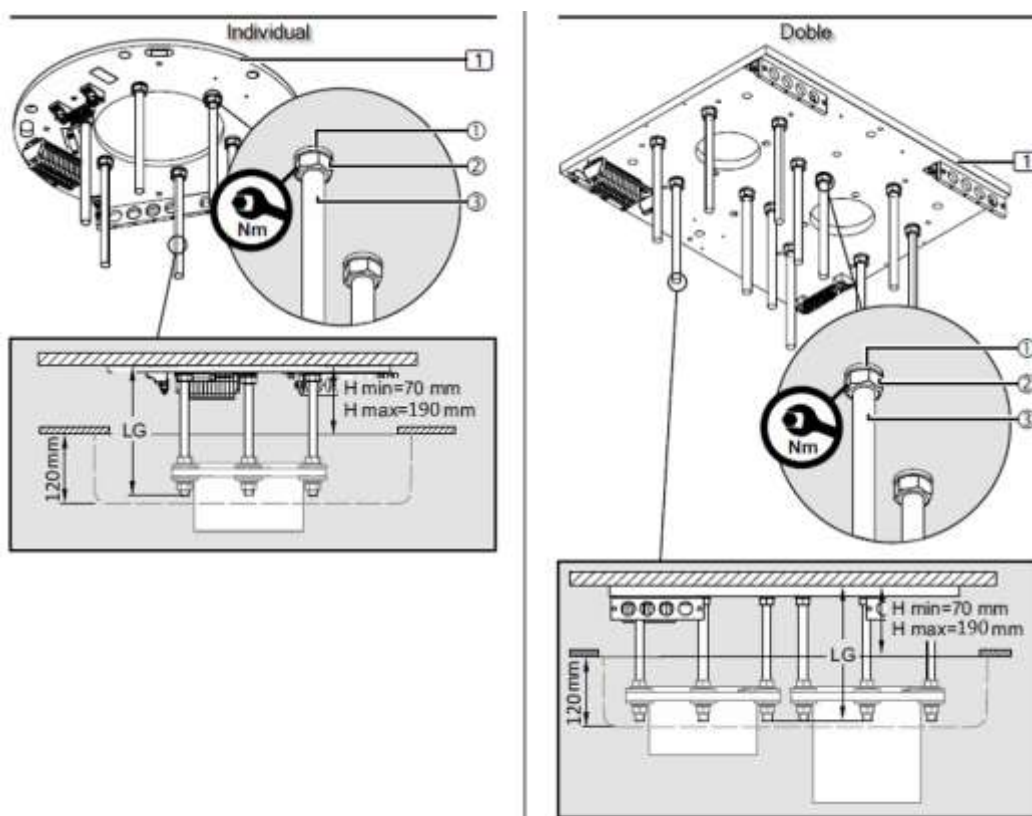

Fig.13 Montarea plăcii de interfață cu tavan fals, COLUMN ROTATION și brațe nemotorizate
- Garnitura de tavan (3) va fi montată ulterior la nivel cu tavanul, astfel încât să acopere flanșa de ancorare.
- Lungimea necesară a șuruburilor filetate M20 x 300 mm (1) depinde de distanța H: de la tavan până la marginea inferioară a tavanului intermediar (2).
- Țineți cont de lungimea minimă și maximă a șuruburilor filetate M20 x 300 mm (1).
- Pentru ornamentul tavanului (3), care are o înălțime de 120 mm, șuruburile filetate 6/12 M20 x 300 mm (3) trebuie tăiate conform indicațiilor din Fig. 13.
- Pentru a determina lungimea LG a șuruburilor filetate (1), $LG = H + 110$ mm (min. 170 mm / max. 300 mm), pentru COLUMN ROTATION $H_{max} = 210$ mm, iar lungimea șurubului filetat va fi $LG = H + 90$ mm (min. 160 / max. 300 mm).
- Îndepărtați ușor bavurile de pe șuruburile filetate M20 x 300 mm (1) pentru a asigura o fixare maximă a filetelor în placa de interfață (1).
- Înșurubați 1 piuliță hexagonală M20 (2) pe fiecare dintre șuruburile filetate M20 (3) și apoi așezați 1 șaibă elastică (1) pe fiecare dintre ele.